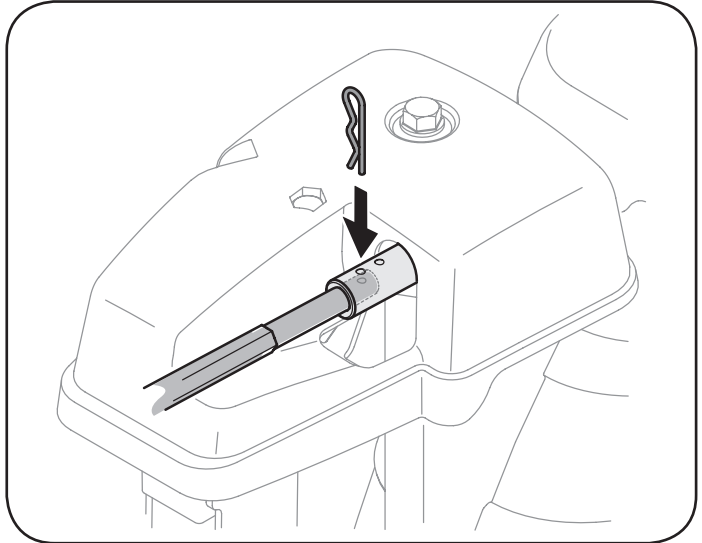

Figura 26
1. Retire el pasador de chaveta del orificio más cercano al conjunto del canal sobre el montaje de rotación del canal. Vea la Figura 26.